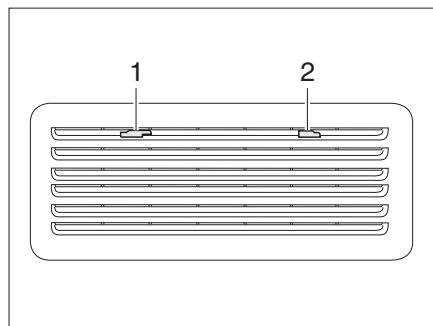
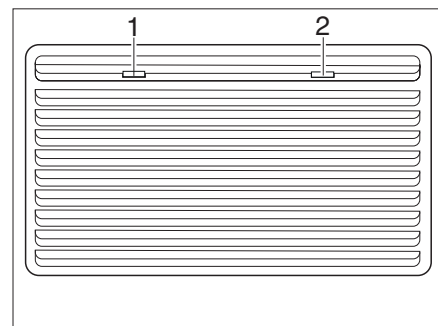

Bild 243 Kühlschrank-Lüftungsgitter (Thetford)
Bild 244 Kühlschrank-Lüftungsgitter (Thetford groß)
- Arretierungen (Bild 243,1 und 2 bzw. Bild 244,1 und 2) zur Mitte schieben.